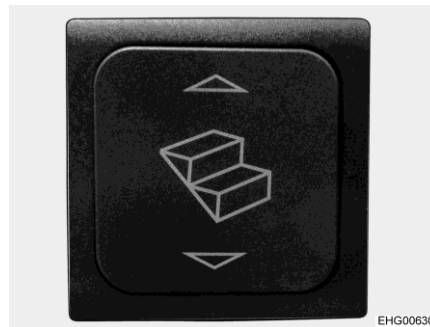

Fig. 3 Commutateur de commande du marchepied
- Appuyer sur le commutateur à bascule (Fig. 3,1) vers le bas jusqu'à ce que le marchepied soit entièrement sorti.
- Appuyer sur le commutateur à bascule (Fig. 3,1) vers le haut jusqu'à ce que le marchepied soit entièrement ressorti.